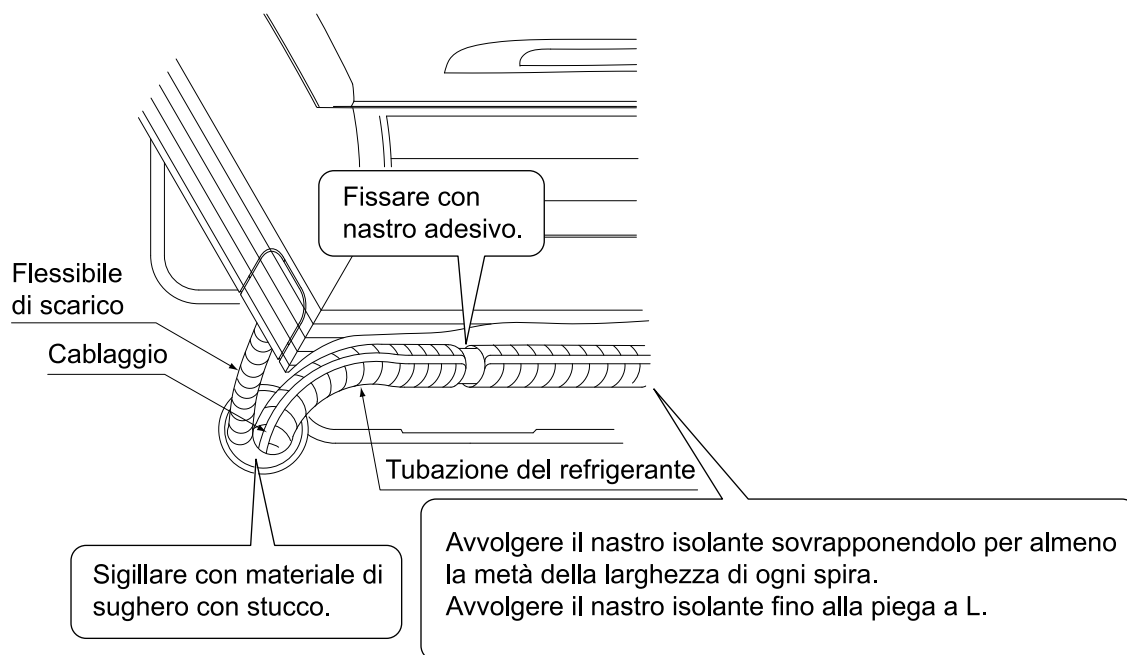

Fig. 11
(4) Passare il cablaggio di collegamento delle unità, il cablaggio di messa a terra e il cablaggio del comando a distanza attraverso la guida del cablaggio, attraverso il retro dell'unità interna e infine verso il lato anteriore.
(5) Collegare le tubazioni. (Vedere "6. POSA IN OPERA DELLE TUBAZIONI DEL REFRIGERANTE" e la Fig. 11)